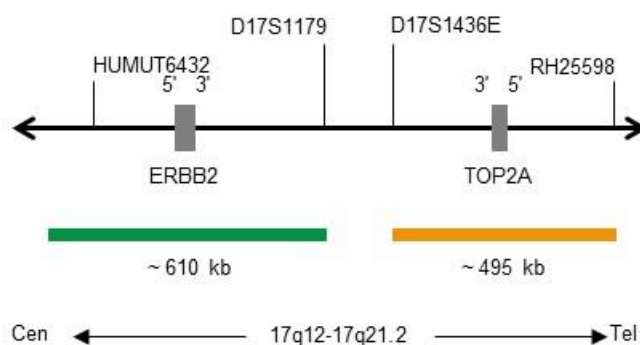

Fig. 1: SPEC ERBB2/TOP2A Mapa da sonda (sem escala)
- Polinucleótidos (~10 ng/μl) com marcação ZyGreen (excitação 503 nm/emissão 528 nm), dirigidos ao mapeamento de sequências alvo em 17q12-q21.1* (chr17:37,572,531-38,181,308) contendo o gene ERBB2 (ver Fig. 1).
- Polinucleótidos (~4.5 ng/μl) com marcação ZyOrange (excitação 547 nm/emissão 572 nm), dirigidos ao mapeamento de sequências alvo em 17q21.1-q21.2* (chr17:38,323,741-38,818,030) contendo o gene TOP2A (ver Fig. 1).